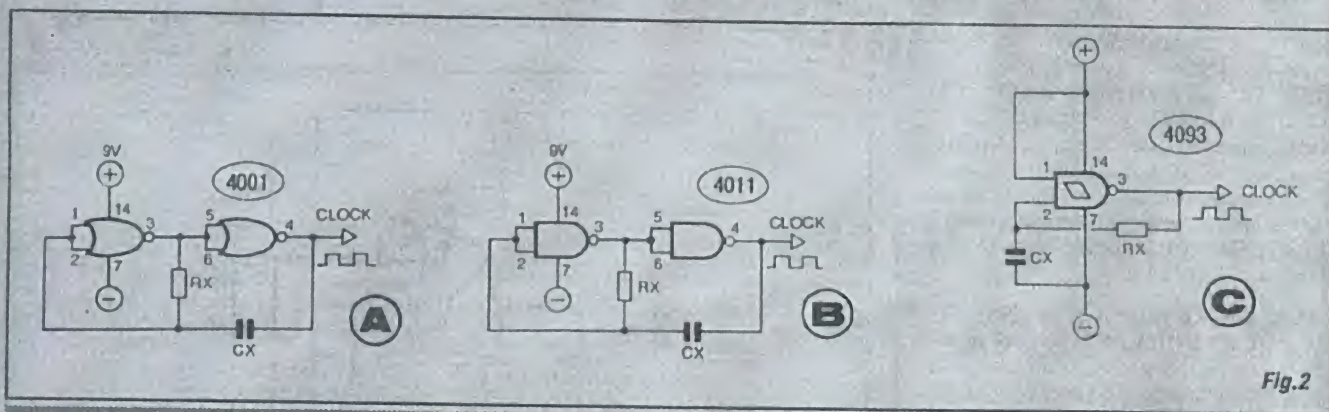

Fig.2
- FIG. 2-A - **CLOCK COM GATES NOR** - Nada mais do que um ASTÁVEL com *gates* NOR, com Frequência determinada pelos valores de  $R_x$  e/ou  $C_x$ . O arranjo já foi estudado em "Aula" específica anterior, onde também foi vista a possibilidade de transformar o circuito num *clock* dotado de "terminal de autorização"...
- FIG. 2-B - **CLOCK COM GATES NAND** - Um ASTÁVEL com *gates* NAND, sempre com a Frequência dependente dos valores de  $R_x$  e/ou  $C_x$ . Também pode ser estruturado de forma a mostrar um terminal de "autorização", conforme visto em "Aula" anterior... Notar que os dois exemplos, 2-A e 2-B, também podem ser facilmente organizados com *gates* simples inversores...
- FIG. 2-C - **CLOCK COM GATE SCHMITT TRIGGER** - Dentro de estruturas puramente C.MOS, é provavelmente o mais simples arranjo de *clock*, já que utiliza, ativamente, apenas um *gate* (no caso um NAND contido num 4093...). A Frequência do "trem" de pulsos é determinada (como sempre...) pelos valores de  $R_x$  e/ou  $C_x$ ... Pode também ser dotado de terminal de autorização... Existe ainda a possibilidade de se organizar o arranjo a partir de um *gate* simples inversor, com função *Schmitt Trigger*...